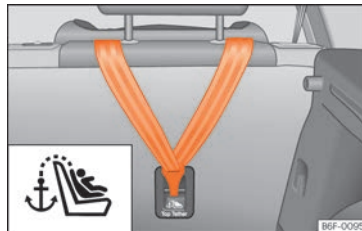

Abb. 41 Rückseite der Rücksitzebank: Halteösen für den Top Tether Haltegurt.
- Den Haltegurt verschieben und ordnungsgemäß an der Verankerung des hinteren Teils der Rückenlehne befestigen **»»** (Abb. 41).